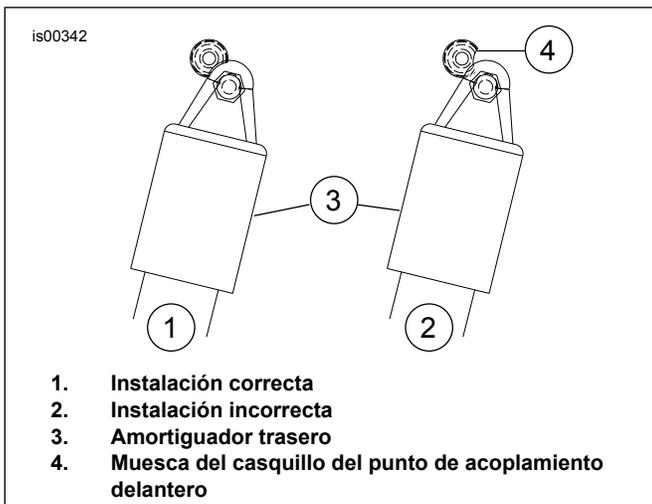

Figura 6. Posicione la muesca del punto de acoplamiento
- Inserte el tornillo a través del orificio más pequeño en el soporte (K) y en la tapa del soporte del guardabarros.
- Enrosque el tornillo en la tuerca soldada en el soporte del guardabarros (o tuerca (O) para modelos 1994-1996).
- Vea Figura 6 . Gire la muesca de casquillo (4) en la posición "correcta" (1).